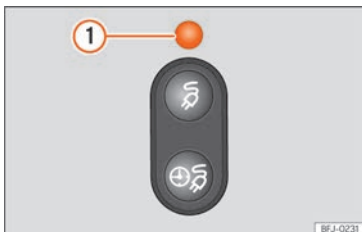

Abb. 56 Hinter der Batterieladeklappe: Ladevorgangsanzeige.
Die Ladevorgangsanzeige ist eine LED-Leuchte »» [Abb. 56] ①, die sich an der Ladedose befindet und den Stand des Ladevorgangs anzeigt.